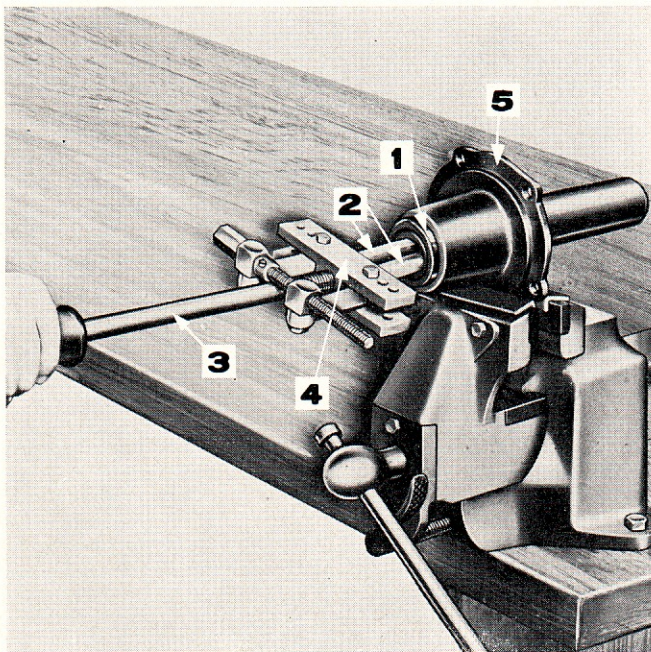

Figure 7: Dépose du joint d'étanchéité d'arbre primaire (Prise de force de transmission standard)
1. Contrôler l'usure et l'état de l'arrêt d'huile de l'arbre primaire dans le support de moyeu. Si nécessaire, déposer l'arrêt d'huile à l'aide des outils No. 943, 943-S et F.T.943 (fig. 7). Poser un arrêt d'huile neuf à l'aide de l'outil No. 630-9 et du chasoir approprié.
- b. Examiner l'arrêt d'huile arrière du support de moyeu et, s'il est usé ou endommagé, le déposer à l'aide des outils No. 943, 943-S et F.T.943 de manière similaire à celle montrée à la fig. 7.